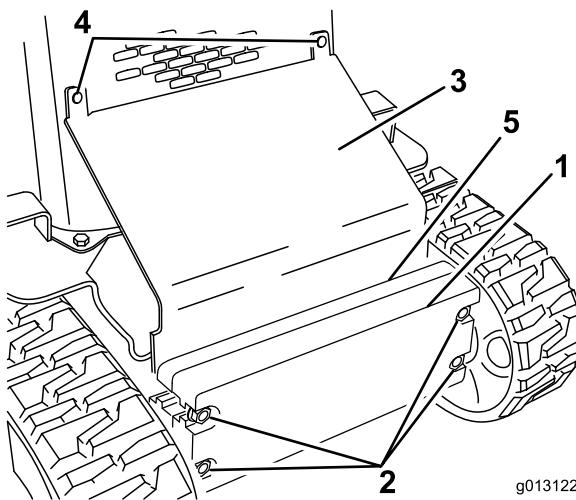

Figura 26
- Allentate i bulloni di fissaggio dei pesi (Figura 26).
- Rimuovete i bulloni a testa tonda e i dadi che fissano la piastra inclinata (Figura 26).
10. Fate scorrere la piastra inclinata tra il telaio e i pesi e fissatela alla griglia anteriore con i bulloni a testa tonda e i dadi precedentemente rimossi (Figura 26).
11. Serrate i bulloni di fissaggio dei pesi anteriori (Figura 26).